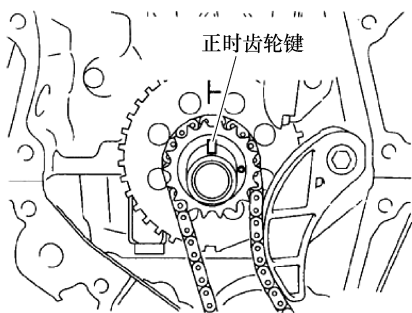

图 1-70 转动曲轴使正时齿轮键位于顶部
① 检查 1 号气缸压缩行程上止点(TDC)位置。
b. 逆时针转动曲轴, 以使正时齿轮键位于顶部, 见图 1-70。